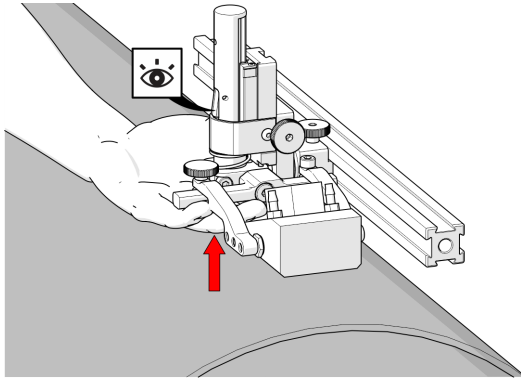
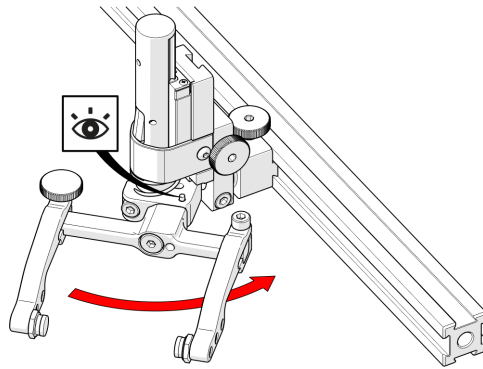

Abbildung 2-77 Verriegeln des Prüfkopfhalters
Abbildung 2-83 Anschlag bei 90° positioniert
1. Stellen Sie sicher, dass die Prüfkopfhalterung in der oberen Position eingerastet ist. Heben Sie die Prüfkopfhalterung an, bis die Verriegelung vollständig frei liegt und zum Verriegeln ausrastet (siehe Abbildung 2-77 auf Seite 100).
1. Vergewissern Sie sich, dass der Prüfkopfhalter in der oberen Position eingerastet ist (siehe Abbildung 2-77 auf Seite 100).
Bevor Sie die Querverstellung wieder in die Neutralstellung (90°) bringen, prüfen Sie, ob der Prüfkopfhalter in der oberen Position eingerastet ist (siehe Abbildung 2-77 auf Seite 100). Drehen Sie den Bügel, bis der Anschlag den Sockel des Prüfkopfhalters berührt. Ziehen Sie die Quereinstellschraube (Abbildung 2-83 auf Seite 104) fest.